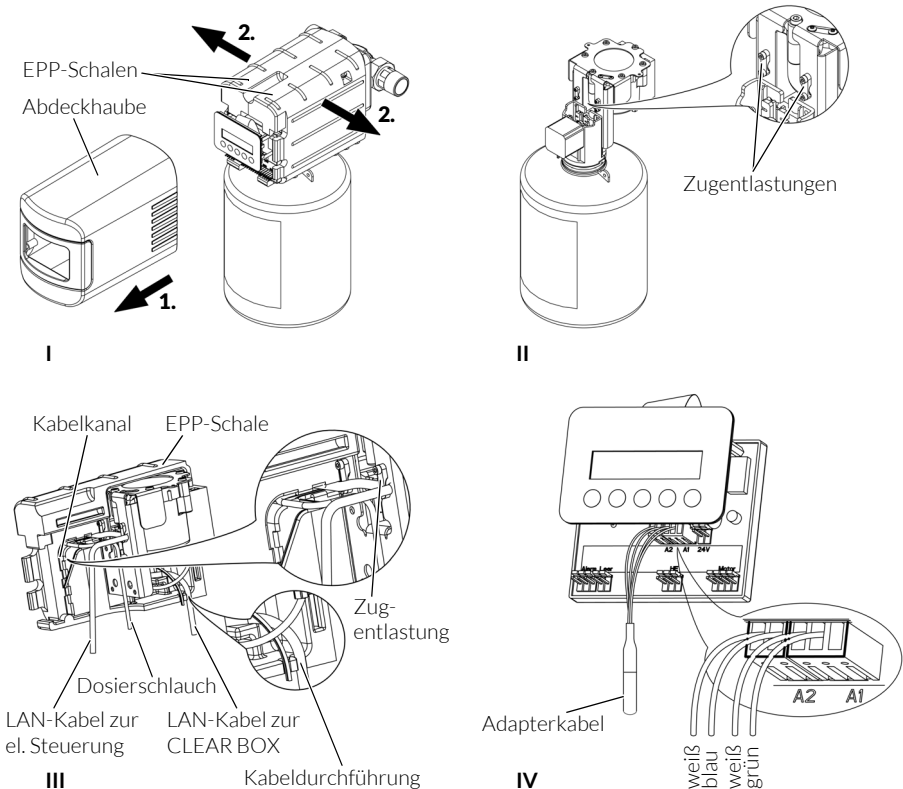

Abb. 5: Anschluss des Adapterkabels an CLEAR DOS
- / Abdeckhaube nach vorne abziehen (siehe Abb. 5 I).
- / Beide EPP-Schalen zur Seite abziehen (siehe Abb. 5 I).
- / Rechte Zuentlastung abschrauben (siehe Abb. 5 II).
- / Netzkabel, externes LAN-Kabel und Dosierschlauch in den Kabelkanal der linken EPP-Schale drücken (siehe Abb. 5 III).
- / Die beiden Stecker des Adapterkabels auf die Steckplätze A1 und A2 der elektronischen Steuerung stecken (siehe Abb. 5 IV). Externes LAN-Kabel in die RJ-45-Buchse des Adapterkabels stecken.
- / EPP-Schalen wieder montieren. LAN-Kabel muss durch Kabeldurchführung gehen (siehe Abb. 5 III).